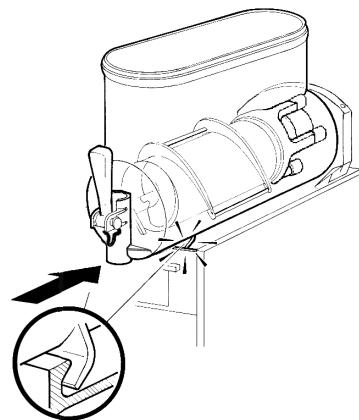

figura 15
- 6 Montar el contenedor y empujarlo hacia la pared posterior, controlando que calce completamente en la junta y, al mismo tiempo, que sus ganchos inferiores coincidan con las correspondientes salientes del plano de goteo (ver figura 15).